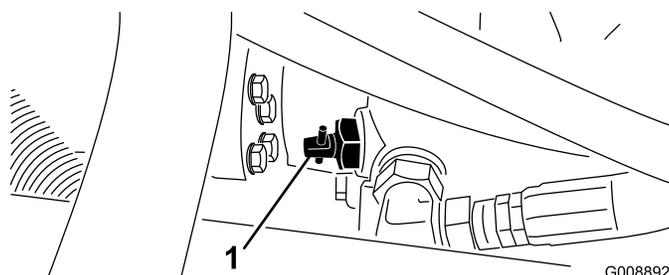

図 44
1. 油圧ポンプについているバイパスバルブ 図 44 を 90°回転させる。